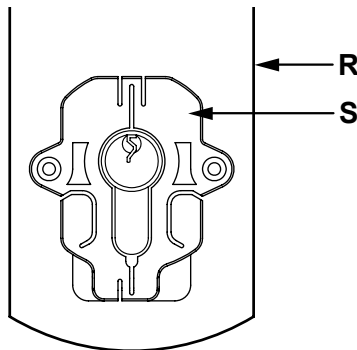

Abb. 6: Befestigungssockel mit Türblatt
- Lösen Sie die Schrauben **(A)** zum Befestigungssockel **(S)** (s. Abbildung 6) links und rechts am Türschlossantrieb mithilfe des im Lieferumfang enthaltenen Innensechskantschlüssels.